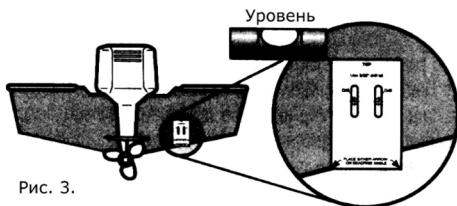

Рис. 3.
- 2 Прижмите шаблон к транцу в том месте, где предполагается закрепить датчик. Расположите шаблон вертикально так, чтобы стрелочки на ней совпадали с местом, где корпус соединяется со стенкой транца лодки (рис. 3).